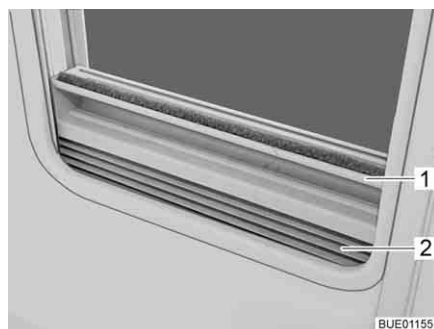

Fig. 43 Tendina oscurante pieghevole
- Chiusura:* ■ Afferrare la tendina oscurante pieghevole (Fig. 43,2) per la parte centrale della barra di presa (Fig. 43,1), tirarla dal basso verso all'alto e rilasciarla nella posizione desiderata. La tendina oscurante pieghevole rimane in questa posizione.